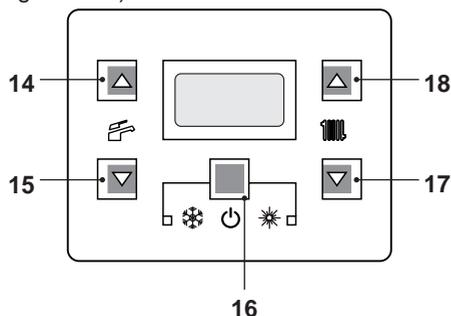
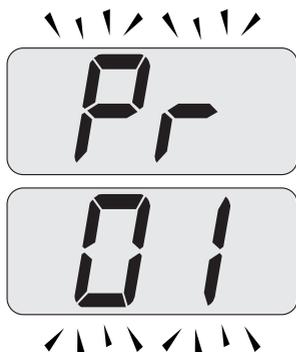

Figura 9.28
Figura 9.29
- Entrare in "modalità programmazione" premendo contemporaneamente per 10 secondi i tasti 16 - 17 - 18 (Figura 9.28)
fino a far apparire sul display LCD le lettere **Pr** che si alternano con il codice **01** indicanti l'entrata nel "parametro 01" (Figura 9.29).
- Premere contemporaneamente i tasti 16 e 18 (Figura 9.28) fino a far apparire sul display LCD il valore del parametro 01 (Figura 9.30) (85=M260V.1616 SV, 86=M260V.2025 SV o 89=M260V.3035 SV).
e 17 (Figura 9.28) si esce senza modificare il valore (ritorno alla lista parametri Figura 9.29)
- Premendo contemporaneamente per 10 secondi i tasti 16 - 17 - 18 (Figura 9.28) si esce dalla "modalità programmazione".